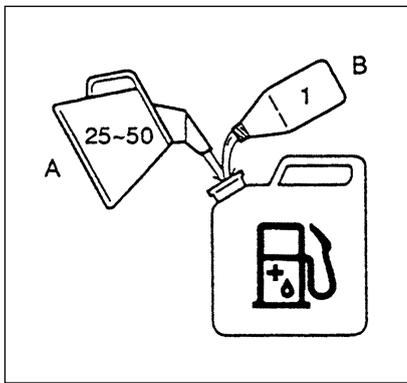

Рис. 2-1
Топливо (Рис. 2-1)
Поворачивать регулировочный винт (1) против часовой стрелки для уменьшения количества и поворачивать его по часовой стрелке для увеличения количества. (Рис. 2-1 C)